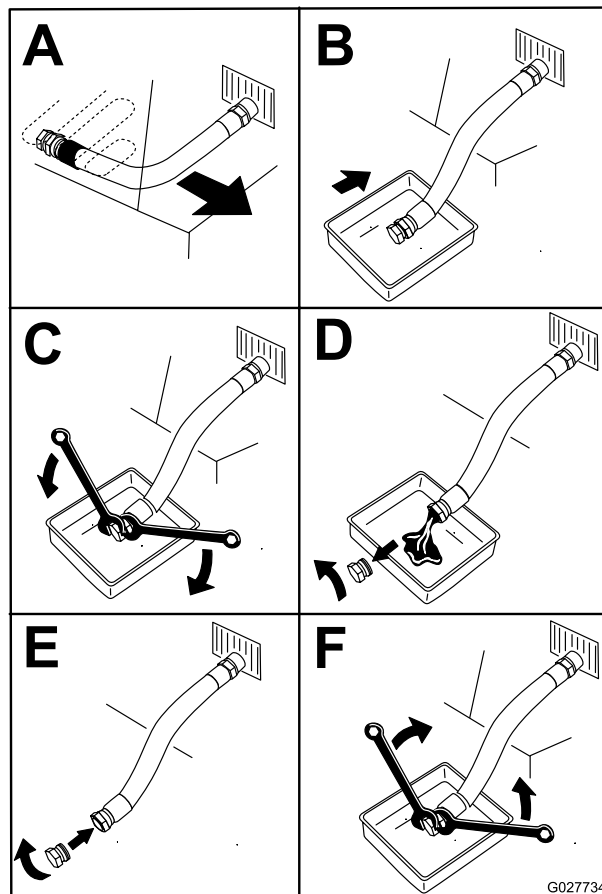

Figure 50
3. Avant de quitter la position de conduite, coupez le moteur, enlevez la clé de contact et attendez l'arrêt complet de toutes les pièces mobiles (Figure 50).